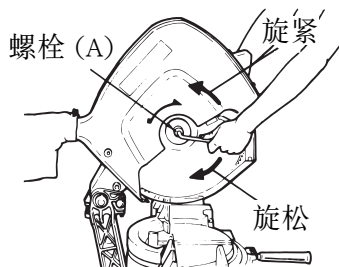

图 13
- (1) 按主轴锁并用 17 mm 套筒扳手松开螺栓 (A)。因为螺栓 (A) 是左旋式螺纹，将其向图示 (图 13)
- (5) 将垫圈 (B) 和螺栓 (A) 仔细清洗干净后，将两者装在锯条轴上。
(6) 按主轴锁并用 17 mm 套筒扳手按图示方向 (图 13) 拧紧螺栓 (A)。